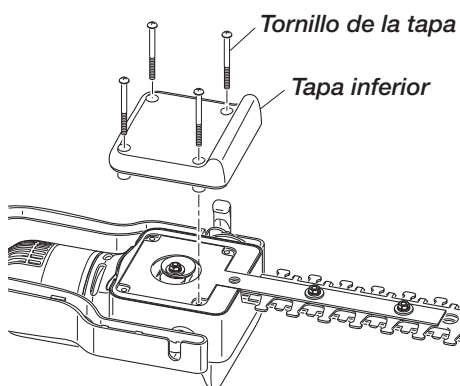

Figura 17 - Retiro de la tapa inferior de la cabeza de la podadora
2. Coloque la podadora de pértiga al revés sobre una mesa de trabajo y retire los cuatro (4) tornillos de la tapa inferior. Retire la tapa inferior (vea la Figura 17).
10. Vuelva a colocar la tapa inferior y asegúrela con sus 4 tornillos que se retiraron en el paso 2 (vea la Figura 17). Apriete bien los tornillos.